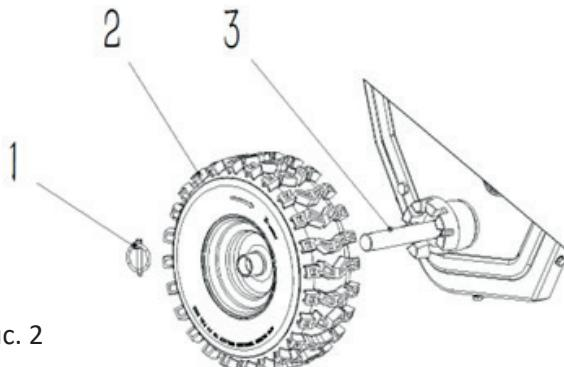

Рис. 2
Как показано на рисунке 2, наденьте колесо (2) на вал колеса (3) и вставьте пружинный штифт (1) в отверстие вала колеса (3). Установите левое (или правое) колесо таким же образом и обратите внимание на направление, указанное стрелкой на шине. (См. рис. 2)